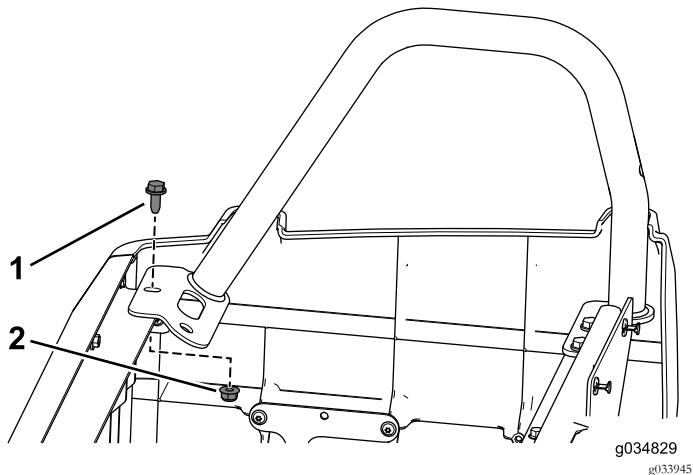

Рисунок 50
- Используйте фланцевый болт (3/16 x 3/4 дюйма) и фланцевую гайку, снятые ранее, для крепления правого заднего ограничителя для бедра к основанию заднего сиденья (Рисунок 50).